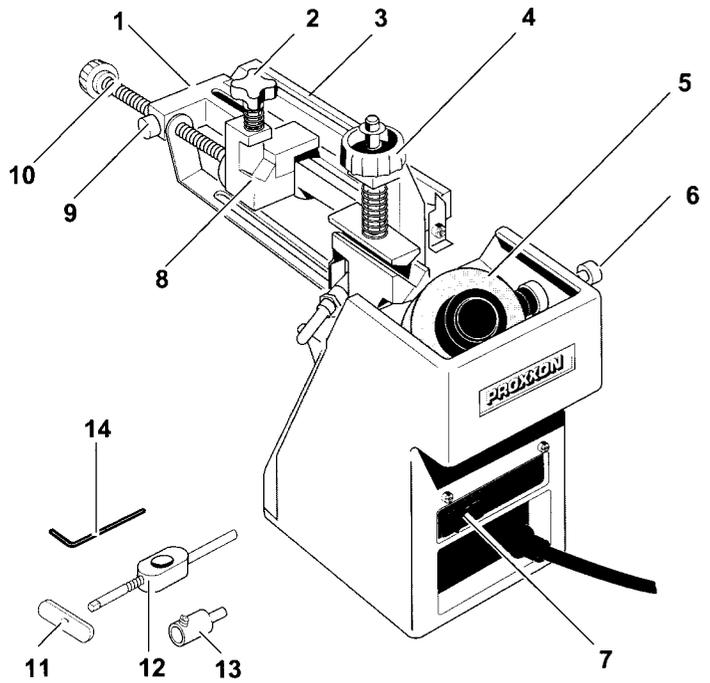

Fig. 1
#### Gesamtansicht (Fig. 1):
Bohrer unter 3 mm Durchmesser müssen in dem mitgelieferten Adapter 13 (Fig. 1) gespannt werden.
6. Gerät am EIN - AUS - Schalter 7 (Fig. 1) einschalten.
9. Gerät am EIN - AUS - Schalter 7 (Fig. 1) ausschalten.